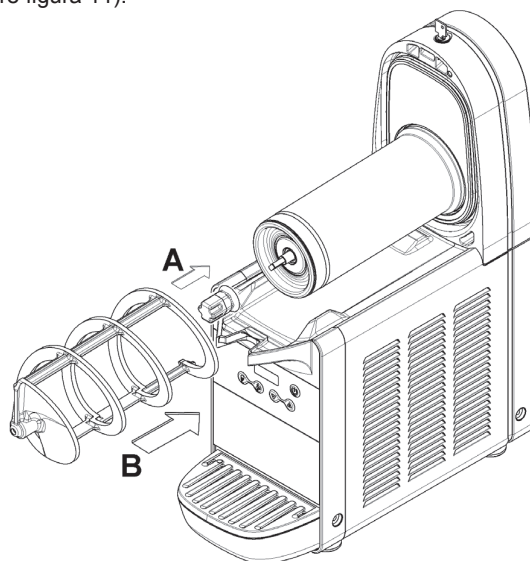

figura 11
- 5 Rimontare il giunto esagonale e quindi il mescolatore (vedere figura 11).